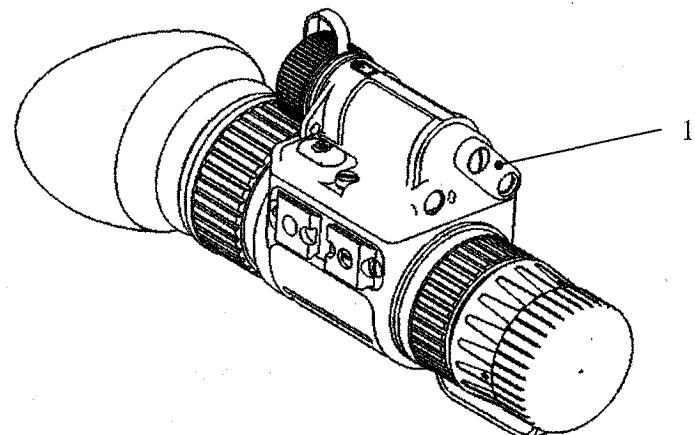

Рис. 4. 1 — поворотная серьга
Светодиодный ИК-осветитель 11 предназначен для инфракрасной подсветки объектов наблюдения при работе с монокуляром в условиях недостаточной освещенности или полной темноты. Поворотная серыга с линзой 12 предназначена для уменьшения расходности пучка подсветки. На рис. 4 показано рабочее положение поворотной серыги 1 (линза на окне ИК-осветителя).
**6.6** При работе в условиях недостаточной освещенности или в полной темноте (в подвалах, пещерах, при малом свете звезд) включить ИК-осветитель. При наблюдении удаленных предметов установить поворотную сергу с линзой в рабочее положение (см. рис. 4) для уменьшения расходимости пучка подсветки. Для чтения карты или наблюдения близкорасположенных предметов отвернуть линзу с окна ИК-осветителя.